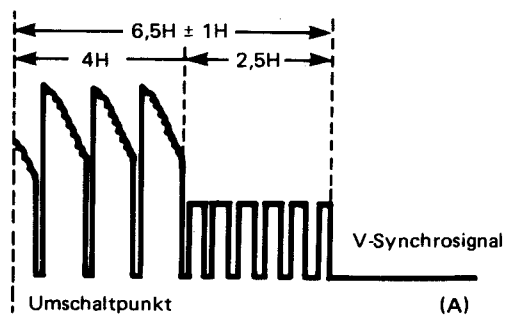

Abbildung 90
3. Den R722 so einstellen, daß der Ausgang des Kanals-1 bei  $6,5 H \pm 1 H$  vor dem V-Synchrosignalausgang des Kanals-2 ansteigt. Siehe Abbildung 90.